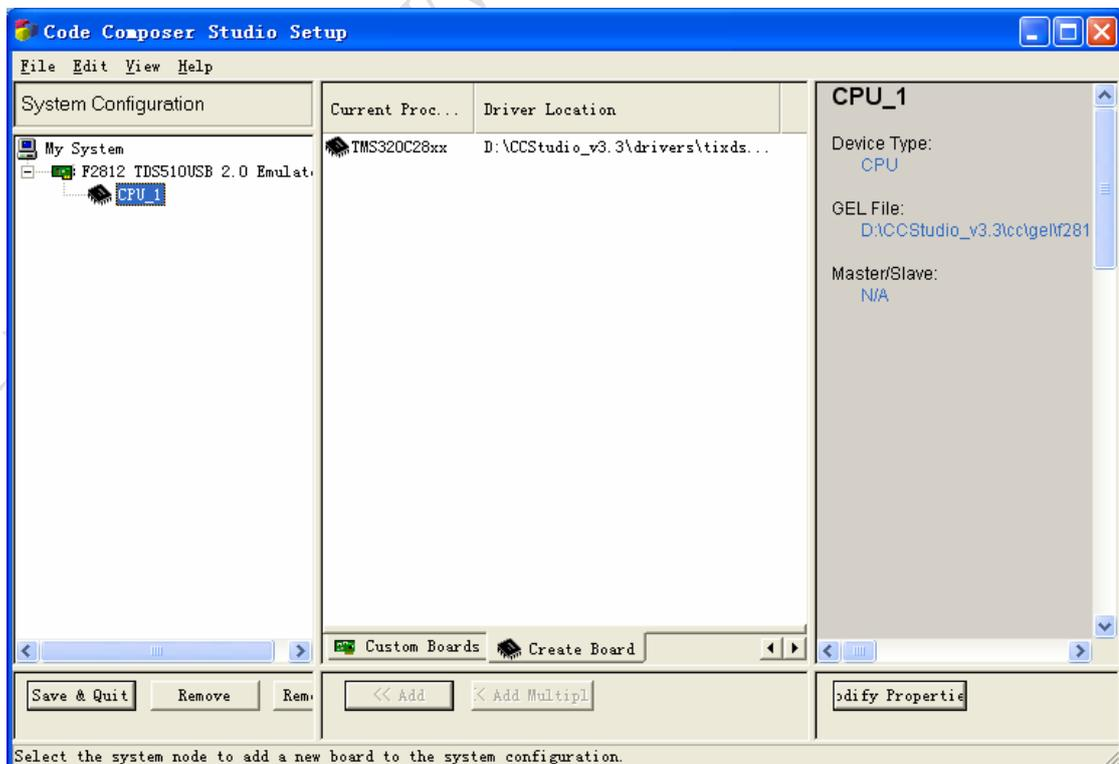

图 15
3. 在Available Factory Boards中双击与您的目标板对应的配置，例如F2812，在System Configuration栏下的My System标签下将会出现您所选择的配置，如图15所示。